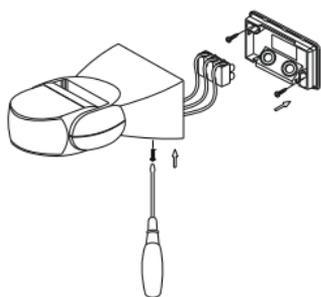

Рисунок 16 – Монтаж
– открутить винт крепления задней крышки датчика, расположенный на нижней части корпуса. Снять заднюю крышку (рисунок 16).